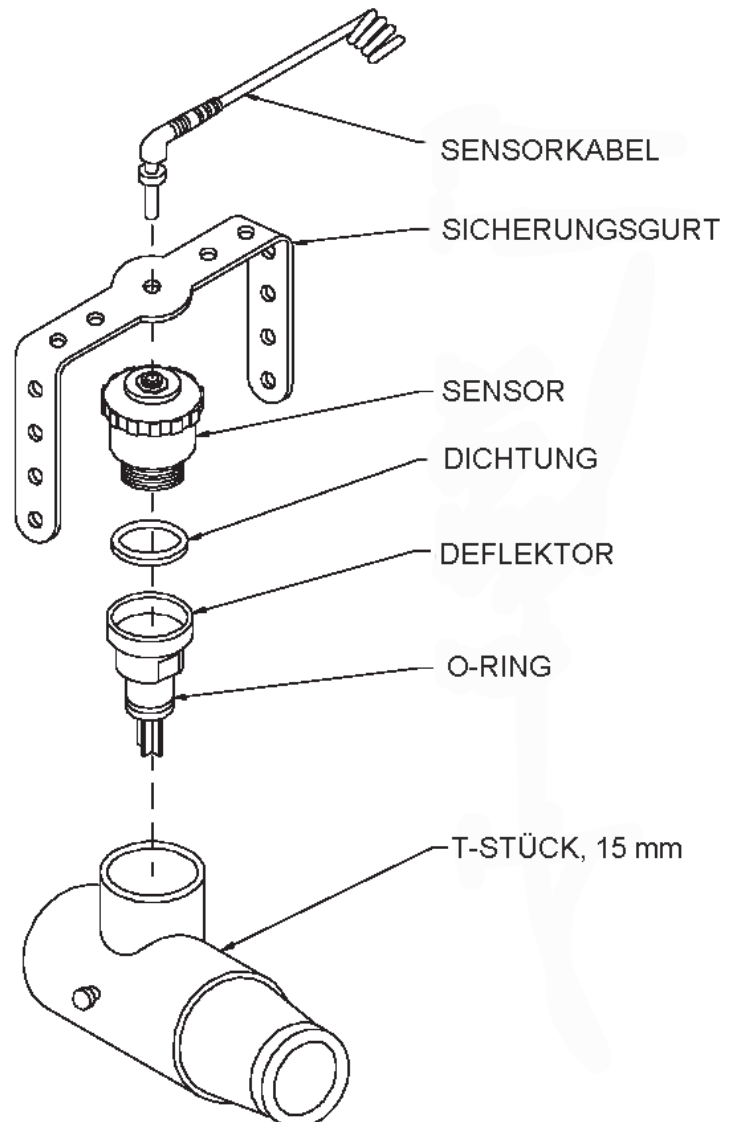

Abbildung 3-3.
3. Den Sensor (mit dem Deflektor) fest in das T-Stück einsetzen, und zwar so, dass der Deflektor nach unten ausgerichtet ist (*Abbildung 3-3*). Auf diese Weise kann sich keine Feuchtigkeit auf der Sensormembran niederschlagen (siehe Anhang B, "Auswirkungen von Luftdruck, Luftfeuchtigkeit und Temperatur"). Sicherstellen, dass der Sensor sicher im T-Stück sitzt.
Siehe *Abbildung 3-3* für eine ordnungsgemäße Mon-